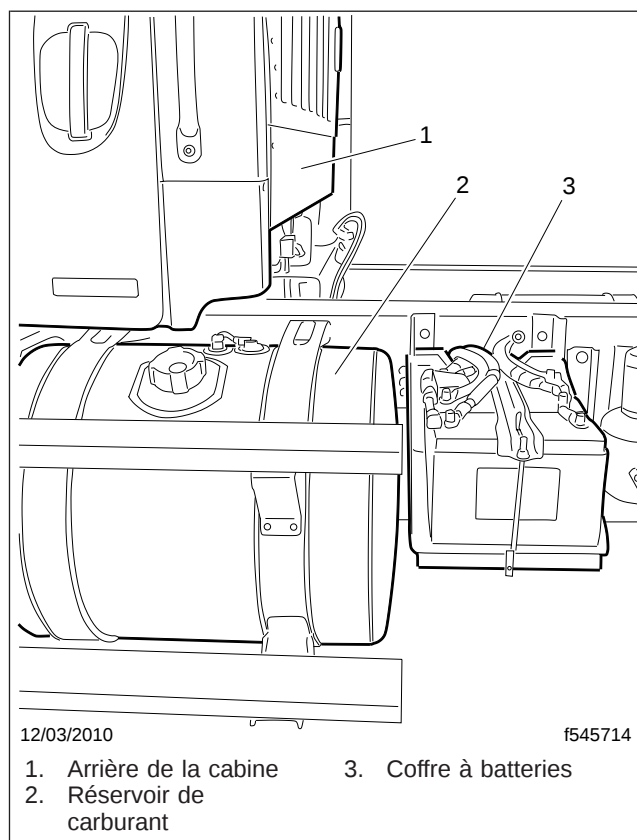

Fig. 21.15, Emplacement du coffre à batteries standard
- 2.1 Retirez le couvercle du boîtier de batterie et inspectez visuellement tous les câbles de batterie visibles pour la présence de câbles lâches ou endommagés. Voir la figure 21.15.